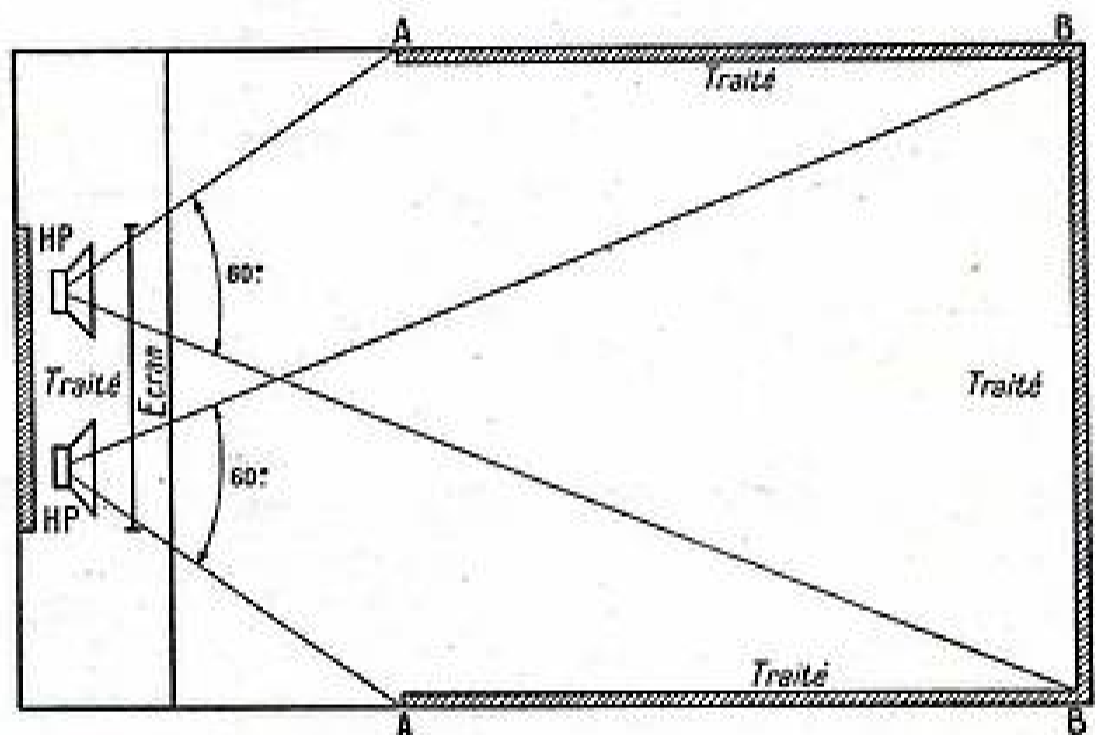

Fig. 2. - Vue en plan d'une salle sans balcon
Pour une salle ne comportant qu'un « orchestre », deux haut-parleurs sont suffisants. Ils sont pointés vers le sol de façon que leur axe rencontre les fauteuils aux deux tiers de la longueur de la salle (fig. 2). On voit nettement pourquoi les murs latéraux n'ont pas besoin d'être traités sur toute leur longueur.
- L_{23} sur 15,5 MHz (courbe 5 sur la fig. 2).
- L_4 sur 14,8 MHz (courbe 4 sur la fig. 2).
- L_5 sur 15,5 MHz (courbe 5 sur la fig. 2).
Après le réglage M.F. « image », pendant lequel l'oscillatrice était retirée, comme dans le cas de la M.F. « son », nous la remettons en place et, en attaquant l'entrée du récepteur (bornes 21-21 sur le châssis N° 1), nous réglons le circuit L_2 sur 48,2 MHz (courbe 1 sur la figure 2) et L_3 sur 47,2 MHz (courbe 2 sur la figure 2).